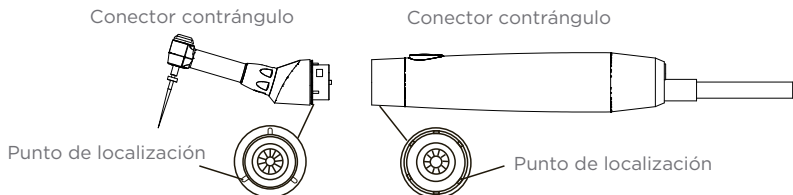

Fig. 3.1 Explicación de la conexión del contrángulo y la pieza de mano.
3.1 Conexión del contrángulo y la pieza de mano (Fig. 3.1)